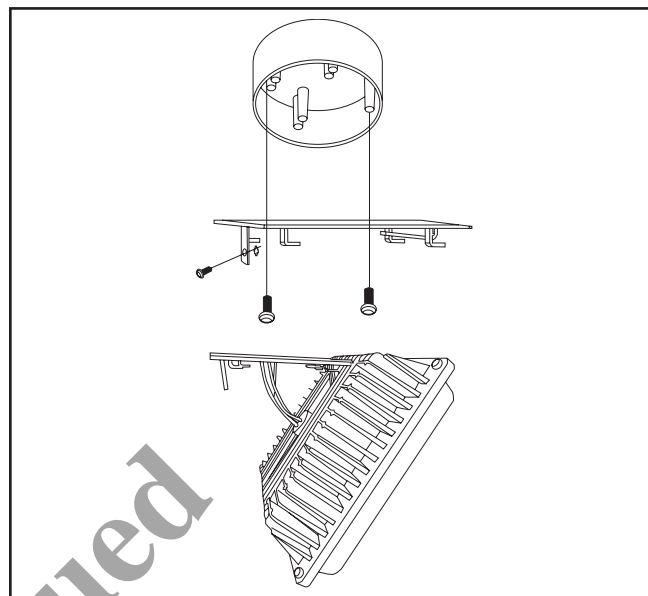

Figure 2.
2. Fixez la plaque de montage à la boîte de jonction (figure 2).